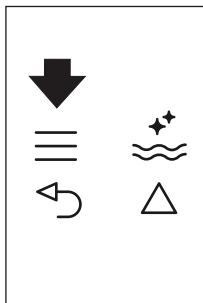
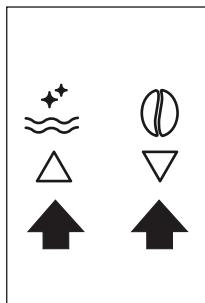

Fig. 22
Fig. 9
- Apăsați pe pictograma  (B2) pentru a accesa meniul (Fig. 22). Apăsați pe pictogramele   (B7) și  (B8) (Fig. 9) până când se afișează mesajul „PROGRAM COFFEE” (PROGRAM CAFEA).